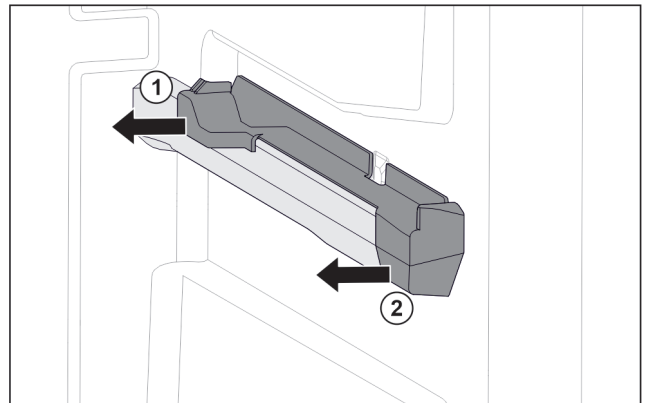

Fig. 194 Felhúzható elem a jobb oldali tartóbordán
- ▶ Oldalra húzza le a felhúzható elemet. Fig. 194 (1)
- ▶ Húzza előrefelé a felhúzható elemet. Fig. 194 (2)